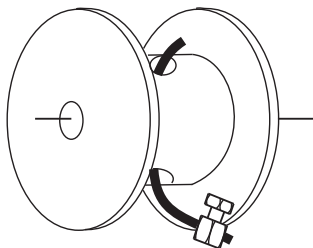

Рис. 5 Трос без концевой муфты
2. Необходимо убедиться в правильности затяжки зажимного винта. См. рис. 5.